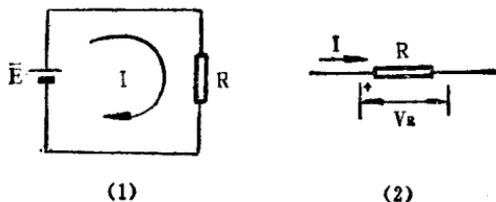

图 1-1
电阻在电路中的作用，遵循欧姆定律的原则。如图 1-1(1)的闭合回路，其回路内的电流与电源电势成正比，而与电阻值成反比。即
如果回路内有多个电势，则 E 为总电势；回路内有多个电阻时，则 R 为总电阻值。在图 1-1(2) 中，当通过电阻的电流为 I 时，电阻两端必出现电压降，其值由